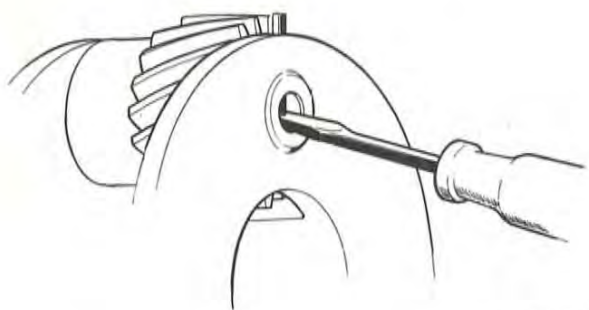

Bild. 24. Demontering av låspinne
1. Bryt bort oljefångaren med en mejsel. Avlägsna låsstiften för planethjulsaxlarna genom att först trycka ut dem med en dorn eller dylikt, se bild 24, och därefter ta ut dem med en fång. Går inte detta borras stiften ur med ett passande borrar.